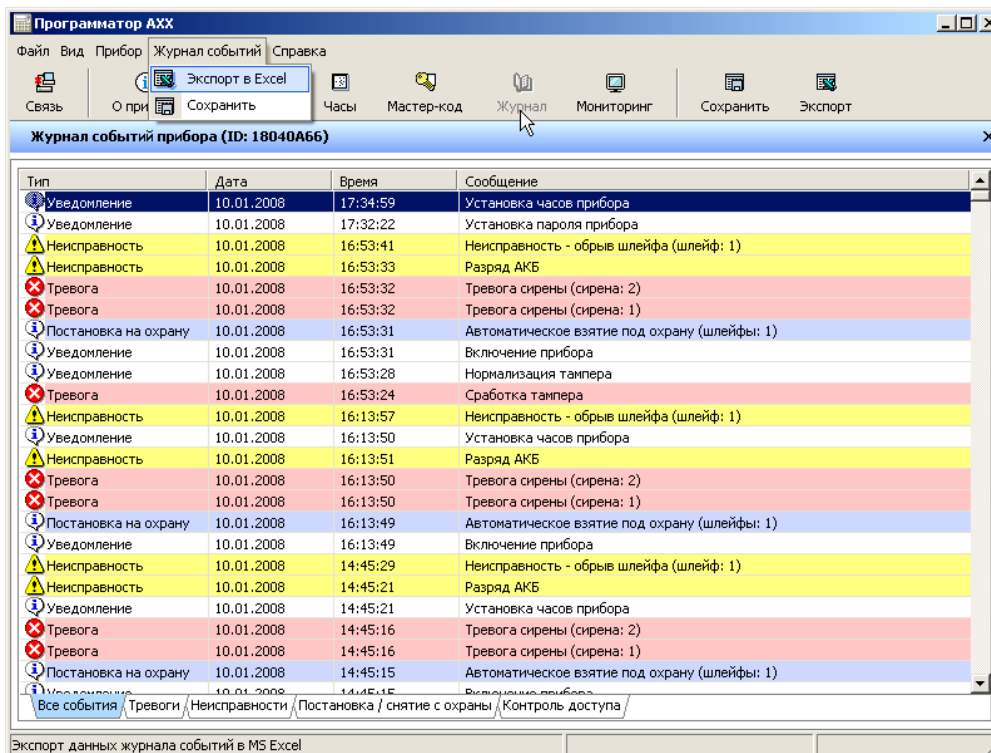

Рисунок 23 – Просмотр журнала событий устройства
2.3.1.6 Сервисная иконка «Журнал». Кликнув на иконку «Журнал» произойдет автоматическое считывание журнала событий прибора, рисунок 23;